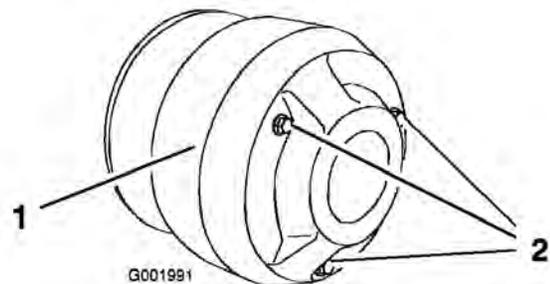

Figura 53
4. Retire os 3 parafusos que fixam a tampa à embraiagem e retire a tampa (Figura 53).